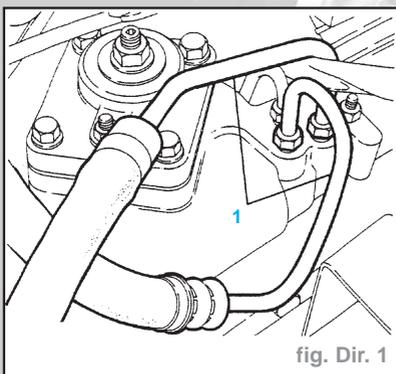

fig. Dir. 1
- Débrancher les canalisations (1) d'alimentation et de retour du boîtier de direction (Fig. Dir. 1).